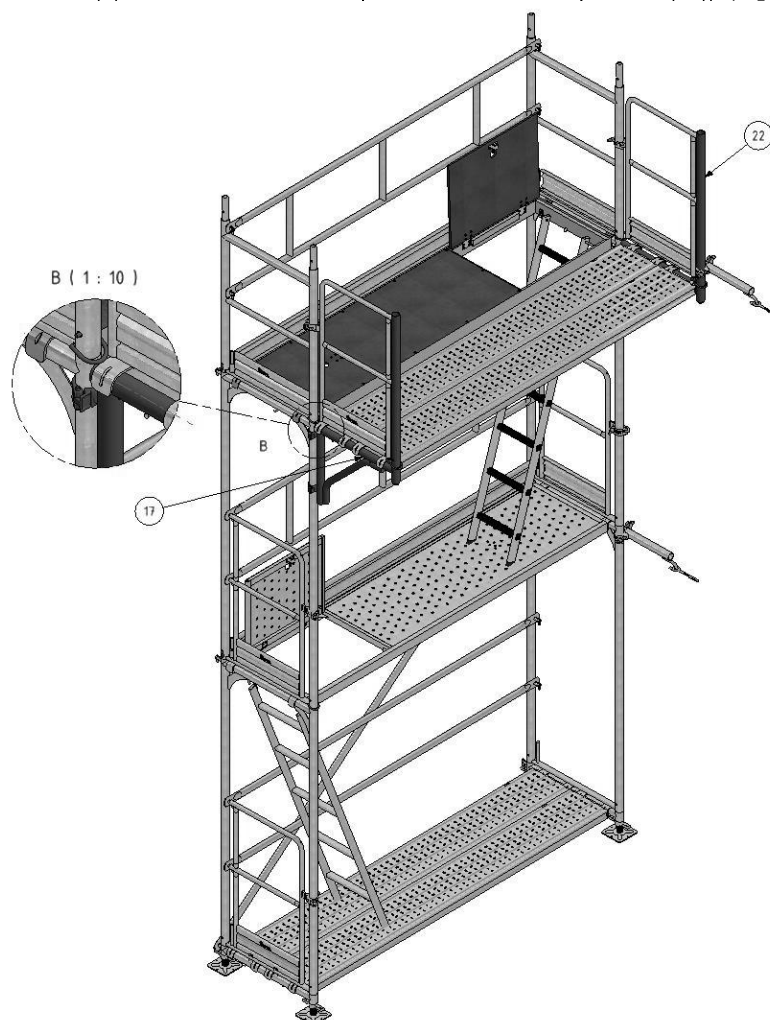

Figura 16
O suporte de aumento de prancha (17) deve ser colocado de forma a que ambas as travessas fiquem alinhadas (o tubo horizontal da perna de andaime (4) e tubo horizontal do suporte de aumento de prancha (17)), (Figura 16).
#### 18.1 Nomenclatura da (Figura 16)